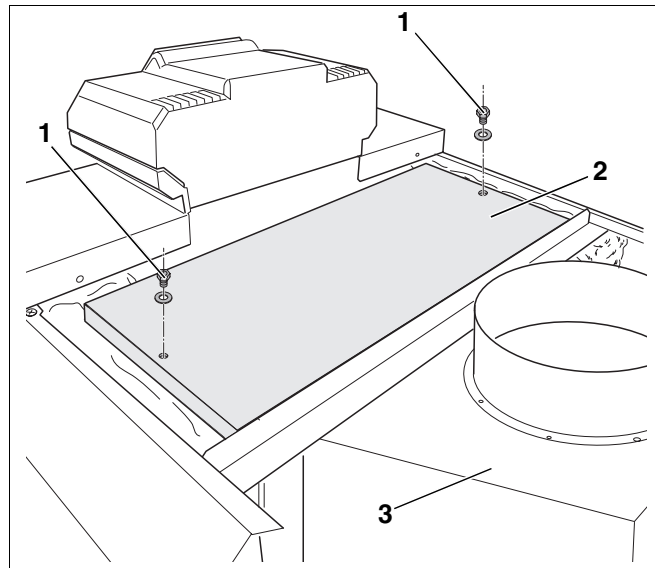

Abb. 3 *Reinigungsdeckel entfernen (hier z. B. G334)*
- Sechskantschrauben des Reinigungsdeckels (Abb. 3, **Pos. 1**) entfernen.
- Reinigungsdeckel (Abb. 3, **Pos. 2**) von der Strömungssicherung (Abb. 3, **Pos. 3**) nehmen.